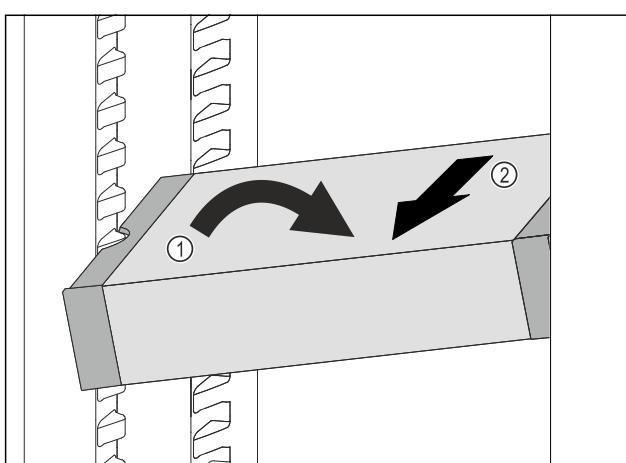

Fig. 100
- VarioSafe im Kühlteil schräg stellen. *Fig. 100 (1)*
- VarioSafe nach vorne entnehmen. *Fig. 100 (2)*